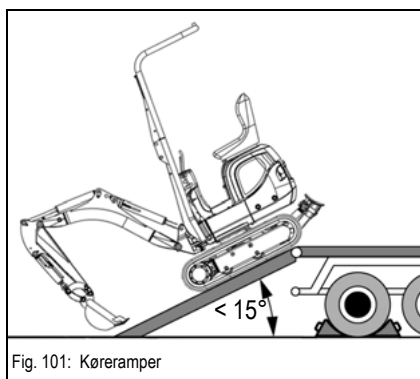

Fig. 101: Køreramper
- Drej overvognen bagud (se fig. 101)